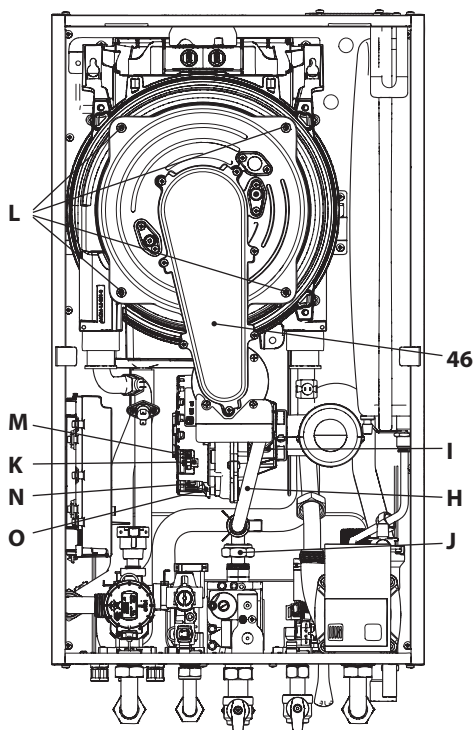

Figura 9.12
Rimozione del gruppo bruciatore ventilatore 46 in Figura 9.12.
- Inserire un cacciavite piano nella rientranza K del connettore M e fare leva verso il basso, contemporaneamente scollegare il connettore M tirandolo frontalmente (Figura 9.12).
- Scollegare il connettore del ventilatore N premendo il gancio in plastica O posizionato nella parte sottostante del connettore (Figura 9.12).
- Svitare i dadi L e rimuovere il gruppo bruciatore ventilatore 46 (Figura 9.12)